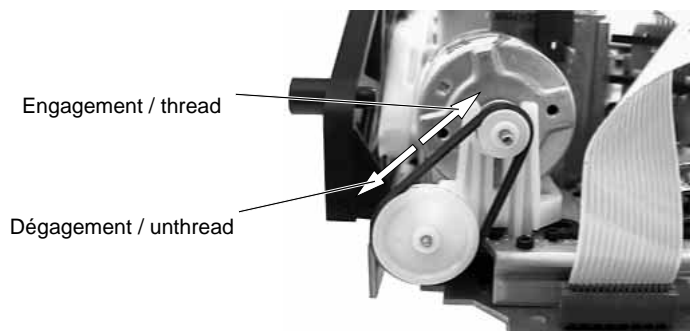
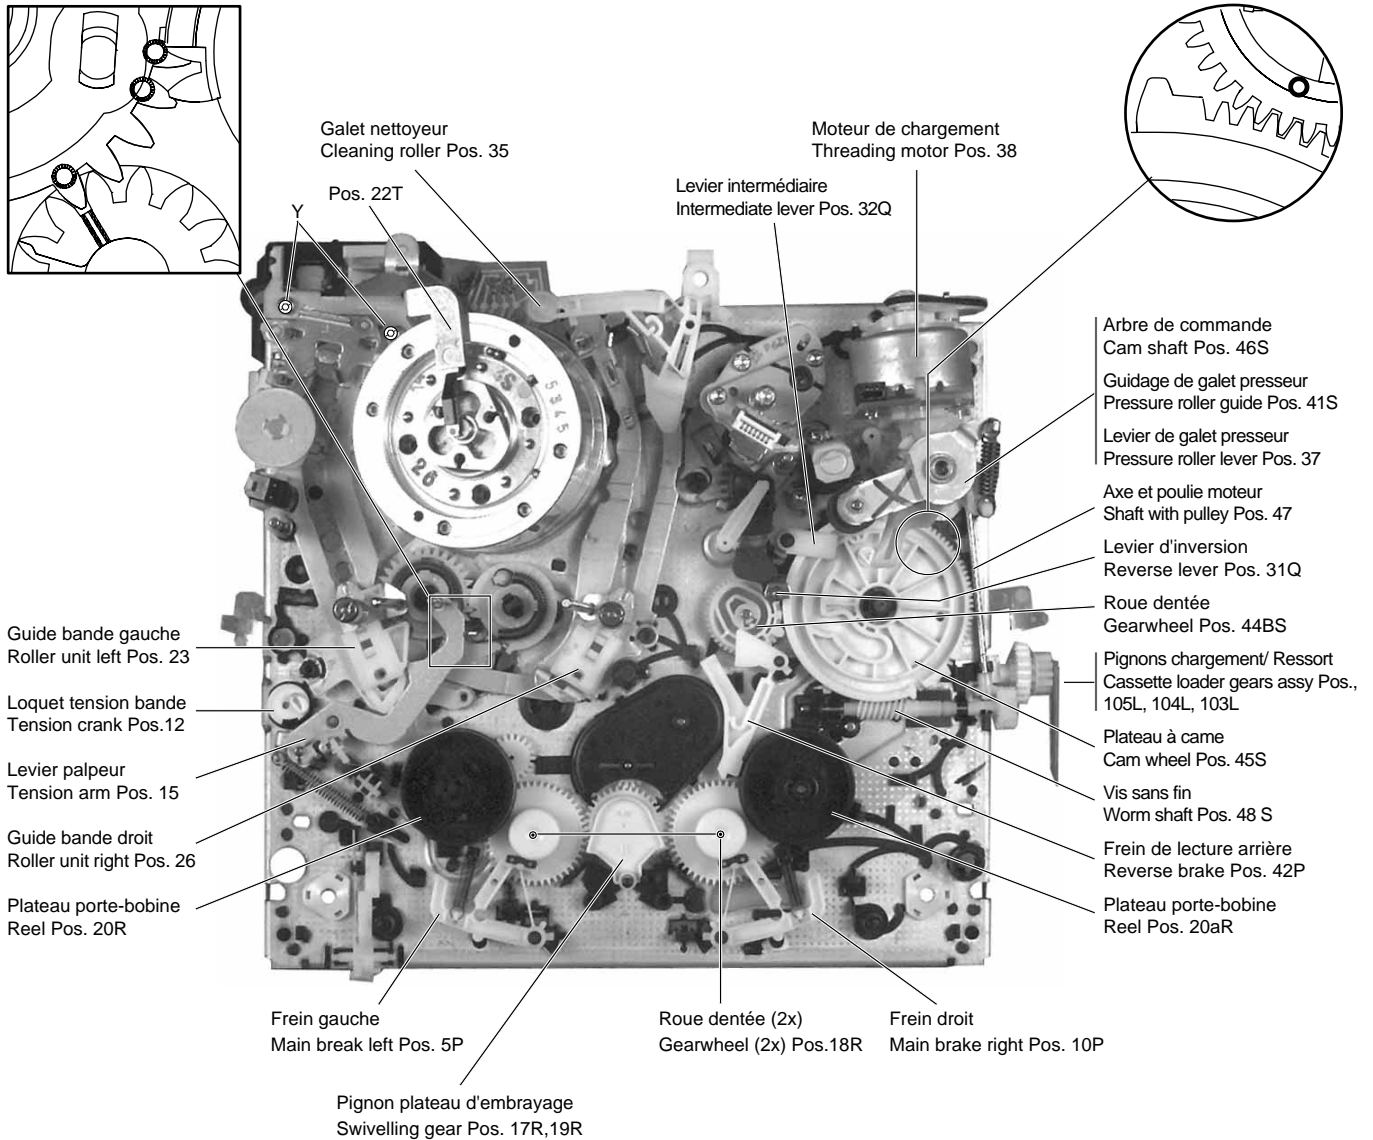
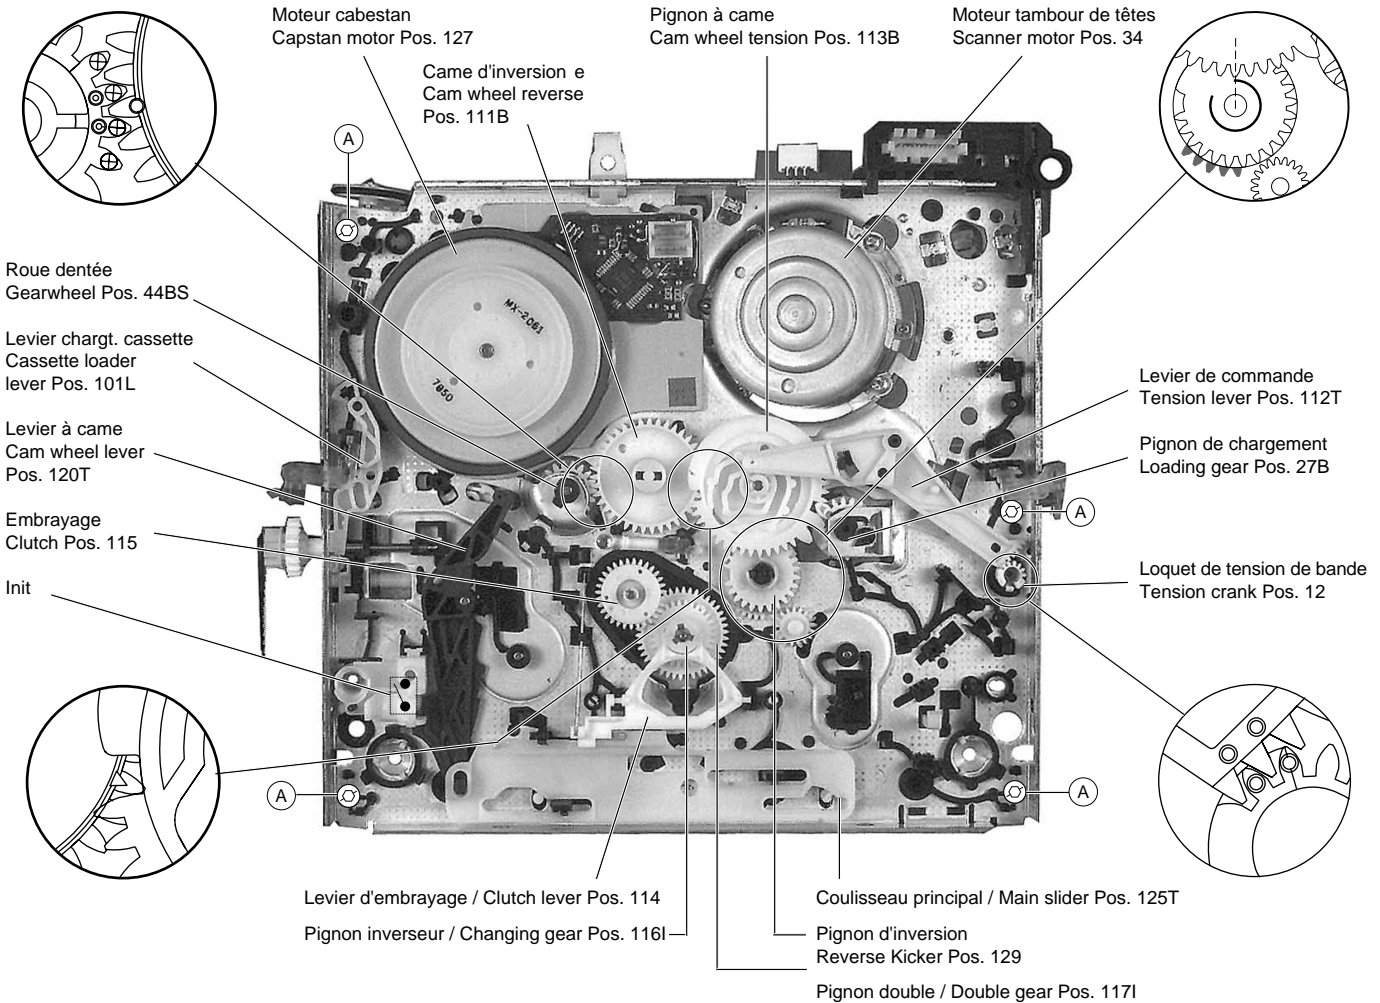
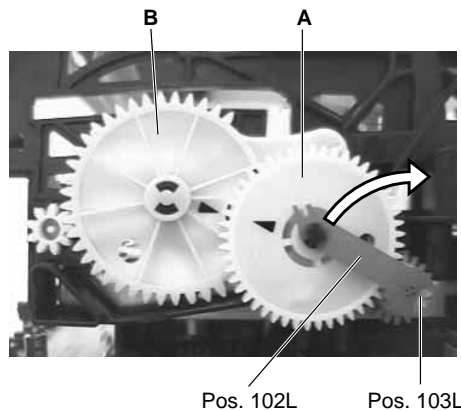

Fig. 3
Fig. 4
Fig. 5
Fig. 6
- Tourner le moteur de chargement dans le sens contraire des aiguilles d'une montre (Fig. 3), jusqu'à la position basse du logement de cassette.
Si en appuyant sur la touche "Eject" la mécanique ne dégage pas la bande et n'éjecte pas la cassette, il est possible d'effectuer manuellement l'opération. Il suffit de tourner l'axe du moteur de chargement (Fig. 3). Pour éviter que la bande ne forme des boucles, actionner simultanément le moteur cabestan (Pos. 127, Fig. 5) dans le sens inverse des aiguilles d'une montre jusqu'à ce que la cassette soit entièrement rembobinée.
If the tape deck does not unthread and eject the cassette by pressing the Eject button this function can also be effected manually by turning the driving gear at the threading motor (Fig 3). To avoid slackening of the tape, turn the capstan motor (counterclockwise, Pos. 127, Fig. 5) and the driving gear alternately until the tape is completely wound up in the cassette.
Ci-après sont représentées en détail les pièces marquées et positionnées pour le montage des parties supérieures et inférieures (Fig. 4, Fig. 5).
- Tourner le moteur de chargement dans le sens "engagement de bande" (Fig. 3) jusqu'au déverrouillage du pignon (Pos. 103L, Fig. 6).
- Défaire le clip (Pos. 102L) de l'axe du pignon "A" (Fig. 6).
- Dévisser les 4 vis de fixation (A) (Fig. 5) du compartiment cassette sur la face inférieure de la mécanique.
The following diagrams show in detail the marked components and their correctly aligned position on the top and bottom side (Fig. 4, Fig. 5).
- Turn the driving gear of the threading motor in the "threading" direction (Fig. 3) until the gearwheel (Pos. 103L, Fig. 6) disengages.
- Release the bracket (Pos. 102L) from the shaft of gearwheel "A" (Fig. 6).
- Unscrew the 4 screws (A) (Fig. 5) on the underside of the cassette compartment.
- Logement de cassette en position basse et pignon "A" (Fig. 6) engagé.
- Remarque:** Lorsque les pignons d'ascenseur de cassette (A et B, Fig. 6) sont pourvus de flèches de marquage celles-ci doivent coïncider.
- Fixer le logement de cassette avec les 4 vis inférieures (A) (Fig.5).
- Verrouiller le clip (Pos. 102L) sur l'axe du pignon "A" (Fig. 6).
- Cassette compartment down, gearwheel "A" (Fig. 6) engaged.
- Note:** For video recorders which are fitted with cassette lift gear wheels (A and B, Fig. 6) marked with arrows, the arrows must show towards each other.
- Fasten the cassette compartment with the 4 screws (A) (Fig. 5) at the bottom.
- Place the bracket (Pos. 102L) onto the shaft of gearwheel "A" and lock it in (Fig. 6).
- Dévisser les 2 vis Y (Fig. 4), puis retirer l'équerre de fixation (Pos. 22T, Fig. 4) et le tambour de têtes.
- Undo 2 screws Y (Fig. 4), remove the bracket (Pos. 22T, Fig. 4) and the head amplifier.